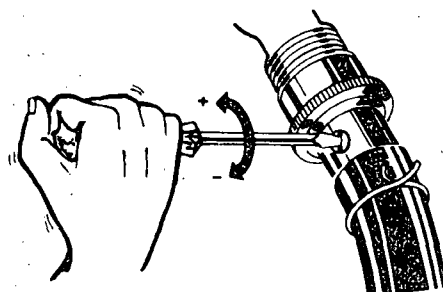

Fig. 8
- 3 Caso o volume não esteja dentro da especificação regule o volume d'água, girando o parafuso junto à mangueira (fig. 8).